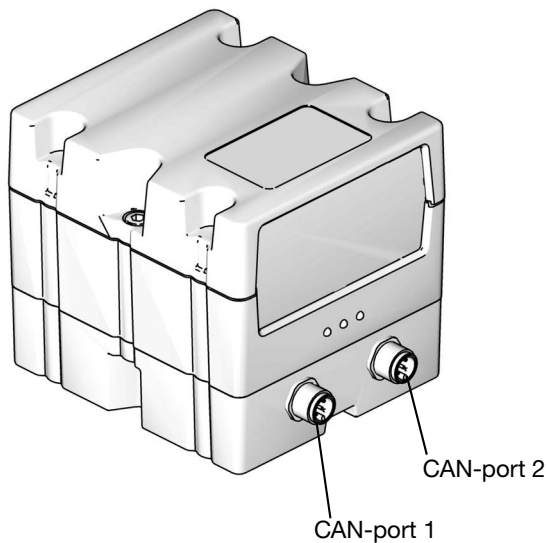

Fig. 22: CGM CAN-anslutningar
10. Anslut den andra änden av CAN-kabeln till antingen CAN-port 1 eller 2 på CGM. Se **FIG. 22**. Den kan anslutas till endera porten.